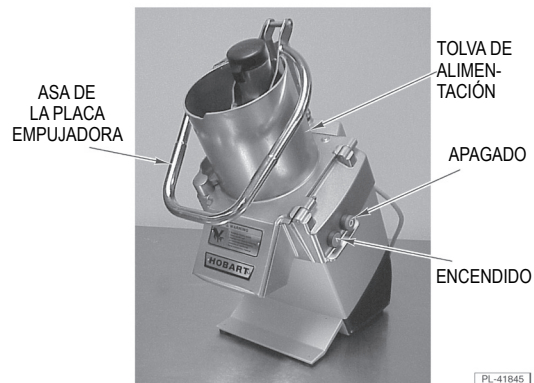

Fig. 7
La placa empujadora presiona los alimentos contra las cuchillas de corte. Se controla mediante el asa de gran tamaño de la placa empujadora que envuelve la tolva de alimentación (Fig. 7).
El procesador de alimentos puede ponerse en marcha pulsando el botón verde ON y detenerse pulsando el botón rojo OFF (Fig. 7). El botón ON solo debe pulsarse si se pulsa el botón OFF o después de conectar el cable de alimentación eléctrica.
4. Mueva la placa empujadora hacia la derecha y bájela a la tolva de alimentación (Fig. 7). El procesador de alimentos se pondrá en marcha cuando la placa empujadora entre en la tolva de alimentación.